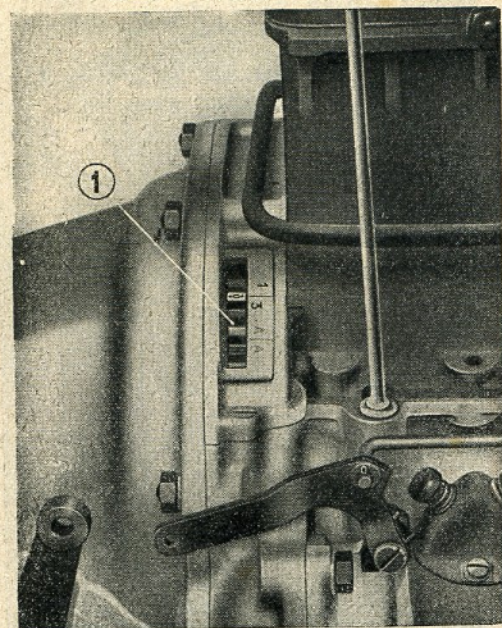
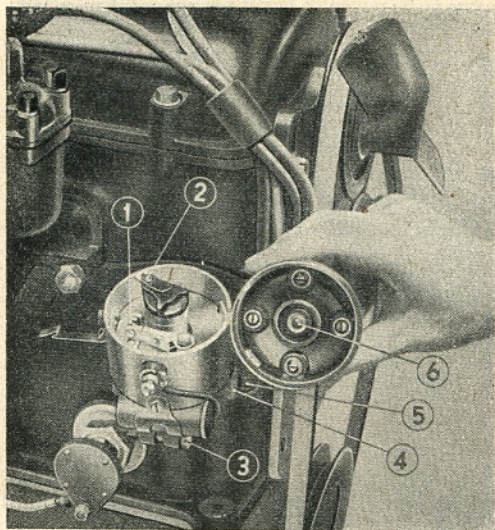

Fig. 8. - Indice per la messa in fase della distribuzione.
Fig. 15. - Messa in fase dello spinterogeno.
- b) Far girare — con la manovella — l'albero motore fino a che il dente del volano motore, segnato con la lettera « O » non venga a coincidere con l'indicazione 1/3 segnata sul bordo della feritoia della scatola del volano (ved. fig. 8) ed il pettine dello spinterogeno sia in corrispondenza del contatto del cavo che va al cilindro N. 3 (vedi fig. 15).
- b) Portato l'albero motore nella posizione suddetta, se la messa in fase dell'accensione è esatta, la puntina del ruttore dello spinterogeno (1) deve iniziare il distacco ed il pettine (2) deve trovarsi in corrispondenza del contatto del cavo contrassegnato sulla calotta dello spinterogeno, col N. 1, e collegato al cilindro N. 2 (primo in ordine di accensione) (vedi fig. 15).
Da questa, mediante un contatto a carbone (6) (vedi fig. 15), giunge alla spazzola rotante (2) dalla quale è distribuita ai quattro cavi che fanno capo ad ognuna delle candele del motore.